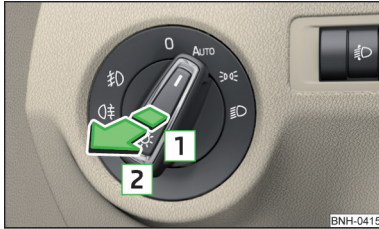

Abb. 43
- ✓ Der Lichtschalter befindet sich in der Stellung **AUTO**, ☞ oder ☞ » Abb. 43.